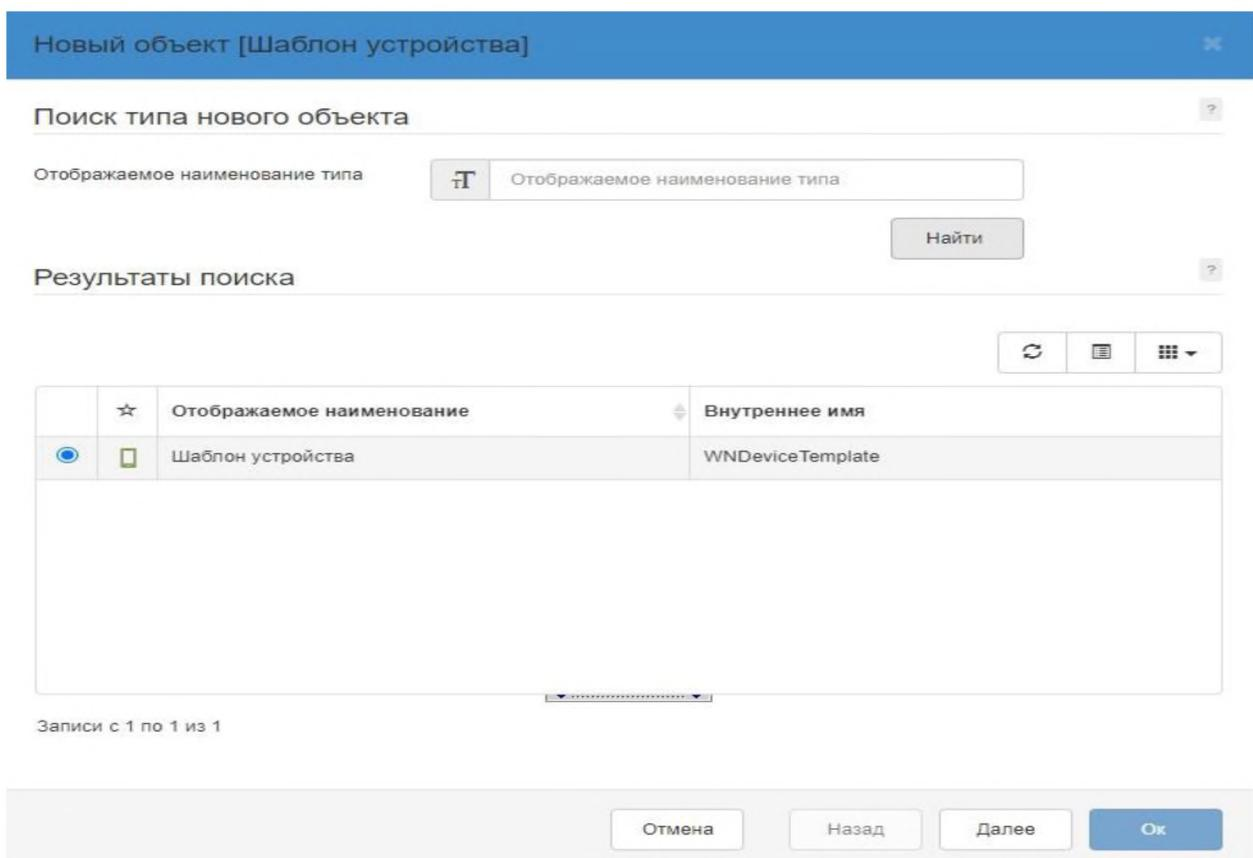

Рисунок 39 – Поиск типа нового объекта
2) В окне поиска типов нажмите **Найти**, выберите тип и нажмите **Далее**. Количество и имена типов определяются при создании приложения и недоступны к изменению пользователем (рис. 39).